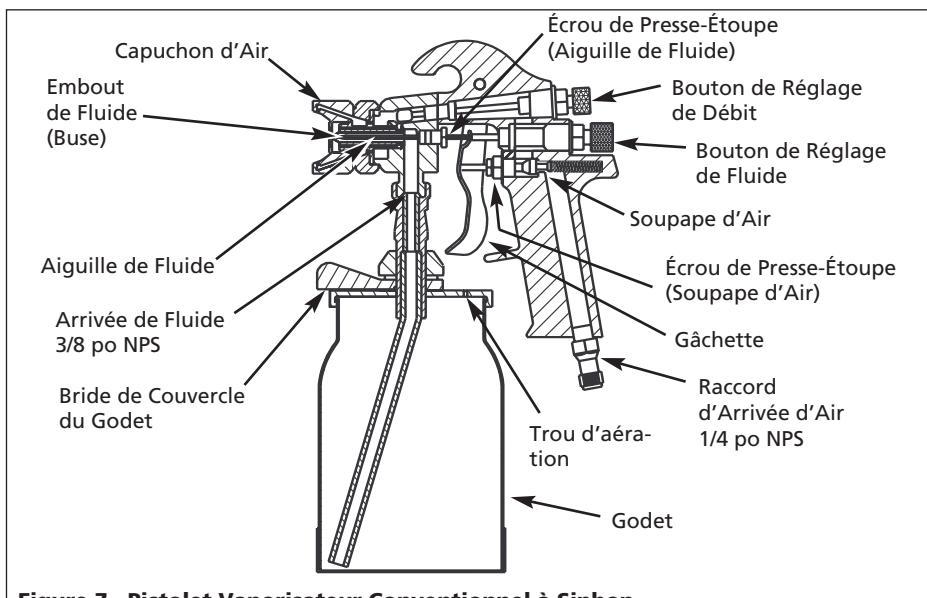

**Figure 8**
2. Garder la buse environ 15,2-22,9cm de la surface de travail pendant le coup et toujours déplacer la buse pendant la pulvérisation. Arrêter le pistolet en mi coups causera un surplus de peinture et résultera en "coulements". Ne pas bouger le pistolet en "éventail" d'un côté à l'autre pendant la pulvérisation. Ceci causera un surplus de peinture au centre du coup et un enduit insuffisant à chaque bout (Voir Figure 8).